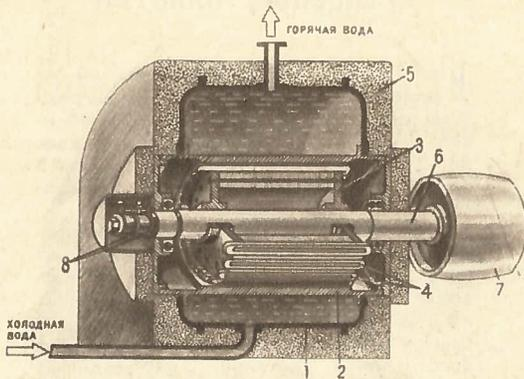

Рис. 2. Электровихревой котел.
Такой аппарат, вырабатывающий тепло, был назван «электровихревым котлом» (рис. 2). В нем, для того чтобы вихревые токи возможно сильнее развивались, статор (2) сделан не из набора тонких железных листов, а из цельного куска трубы мягкой котельной стали. В такой стали вихревые токи и магнитные потери развиваются лучше всего.